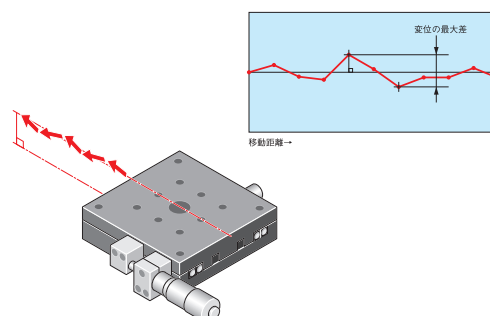

図3-12 運動の平行度
3.12 運動の平行度 [JIS B 0182-1993準拠] [図3-12]